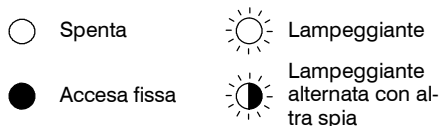
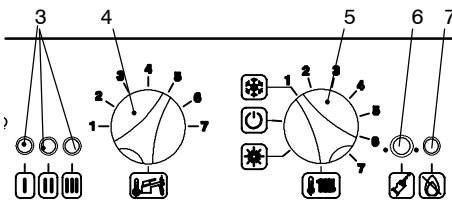
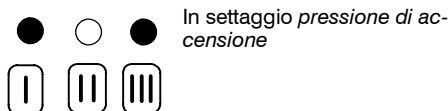
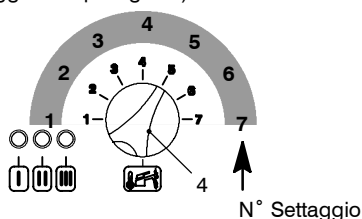

fig. 7.4
fig. 7.6
fig. 7.7
fig. 7.8
- 8 Posizionare il selettore 5 come indicato in fig. 7.6; la lampada di segnalazione 3 lampeggia ad intermittenza circa ogni 2 secondi.
- 9 Tenere premuto il pulsante di ripristino 6 in fig. 7.6 per circa 10 secondi, la lampada di blocco 7 in fig. 7.6 inizierà a lampeggiare.
- 11 Per settare la *pressione di accensione del bruciatore* le spie di segnalazione 3 in fig. 7.6 devono essere visualizzate come in fig. 7.7 (leggenda spie fig. 7.4)
- 12 Se non si visualizza questa sequenza premere il pulsante di ripristino 6 in fig. 7.6 tante volte fino alla visualizzazione (4 volte).
- 13 Per visualizzare il settaggio impostato tenere premuto il pulsante di ripristino 6 in fig. 7.6 per circa 5 secondi. Le spie di segnalazione 3 in fig. 7.6 lampeggeranno un numero di volte pari al settaggio (fig. 7.8).
- 14 Per cambiare il settaggio ruotare la manopola regolazione temperatura sanitari 4 in fig. 7.6 e posizionarla nella **posizione** prescelta fig. 7.8 vedi anche tab. 7.5 (nella figura es. manopola settata per **posizione 5**), la lampada di segnalazione blocco 7 in fig. 7.6 lampeggia velocemente.
- 15 Per memorizzare il settaggio premere il pulsante di ripristino 6 in fig. 7.6 per circa 5 secondi, le spie di segnalazione 3 in fig. 7.6 lampeggiano tutte simultaneamente come in fig. 7.7 (leggenda spie fig. 7.4)